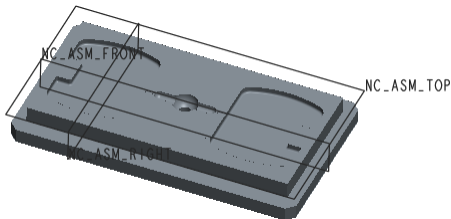

图 10.4.4 放置后的参考模型
Step3. 在“元件放置”操控板中选择 默认 选项，然后单击 按钮，完成参考模型的放置，放置后如图 10.4.4 所示。